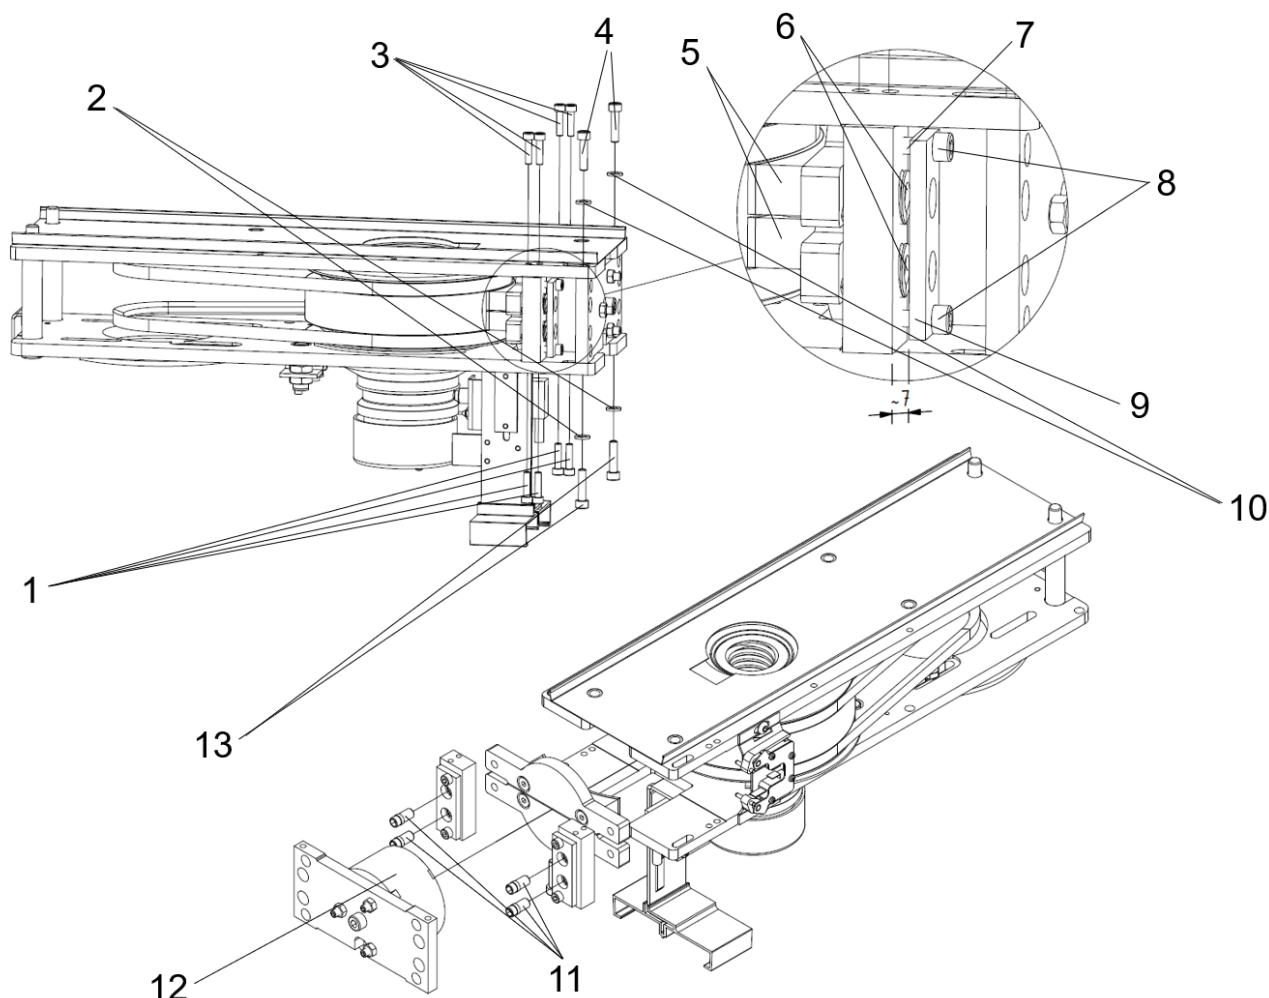

Fig. 31 Udskiftning af bremseklodser
3. Udløs bremsefjedrenes (6) spænding ved at løsne bremsefjedrenes justeringsskruer (8), således at afstanden på 2 mm mellem bremsefjederstyringen (7) og bremsefjederlåsen (9), der er indstillet fra fabrikken, øges til 7 mm, se Fig. 31.
4. Løsn de øvre og nedre skruer (4) (13) og spændeskiver (2) (10), som holder elektromagneten (12).
5. Løsn skruerne (1) (3), som holder bremseklodserne.
7. Løsn og fjern styrestifterne (11), som holder bremseklodserne. Udskift bremseklodserne med nye klodser med samme dimensioner. Udskift altid begge bremseklodser, selv om kun den ene er slidt.